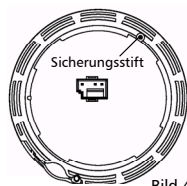

Bild 4
- Schrauben Sie das Rauchmeldergehäuse auf die Montageplatte, indem Sie das Gehäuse im Uhrzeigersinn so weit drehen, bis der Sicherungsstift (siehe Bild 4) in eine Kerbe der Montageplatte einrastet.